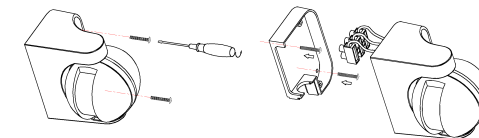

Рис.5
- Ослабьте винты задней панели и снимите основание рис.5